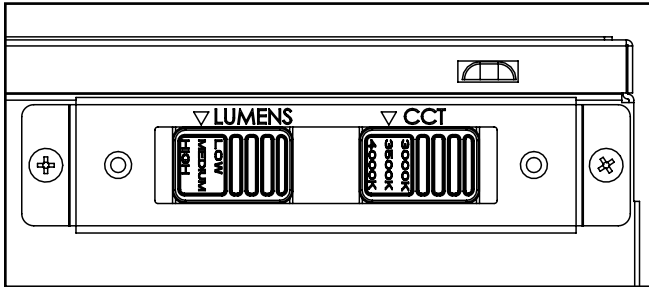

Figure 7.
9. Pendant que le luminaire est sous tension, utilisez l'interrupteur de lumens et l'interrupteur TC (si équipé) pour régler le niveau d'intensité de lumens et le TC du luminaire (Figure 7). Consultez l'étiquette sur le dessus du pilote pour connaître chaque réglage de lumens et de tensions.